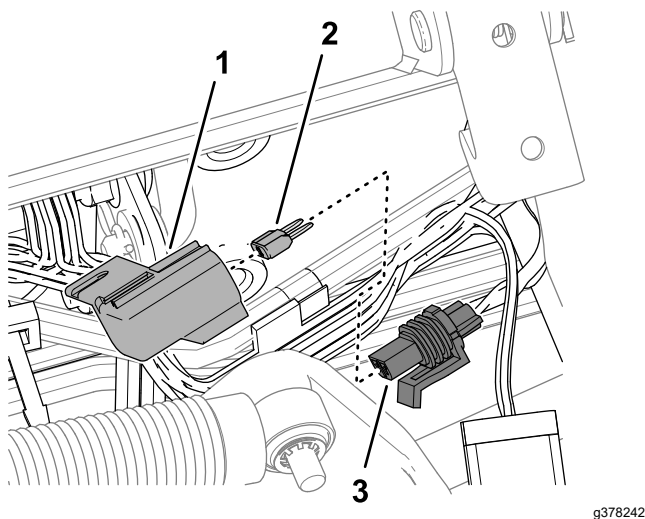

Figure 88
3. Déposez le capuchon du porte-fusibles en ligne étiqueté 10 A FUSE TELEMATIC PWR (Figure 88).